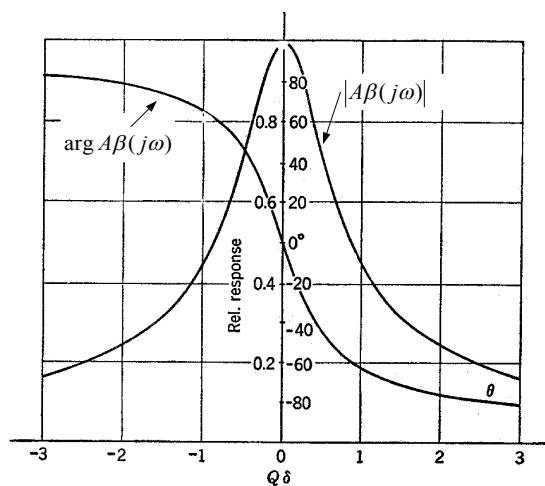

Figura 3
- b) una curva per il modulo  $|A\beta(j\omega)|$ , (figura 3),
- c) una curva per l'argomento,  $\arg A\beta(j\omega)$  (figura 3).